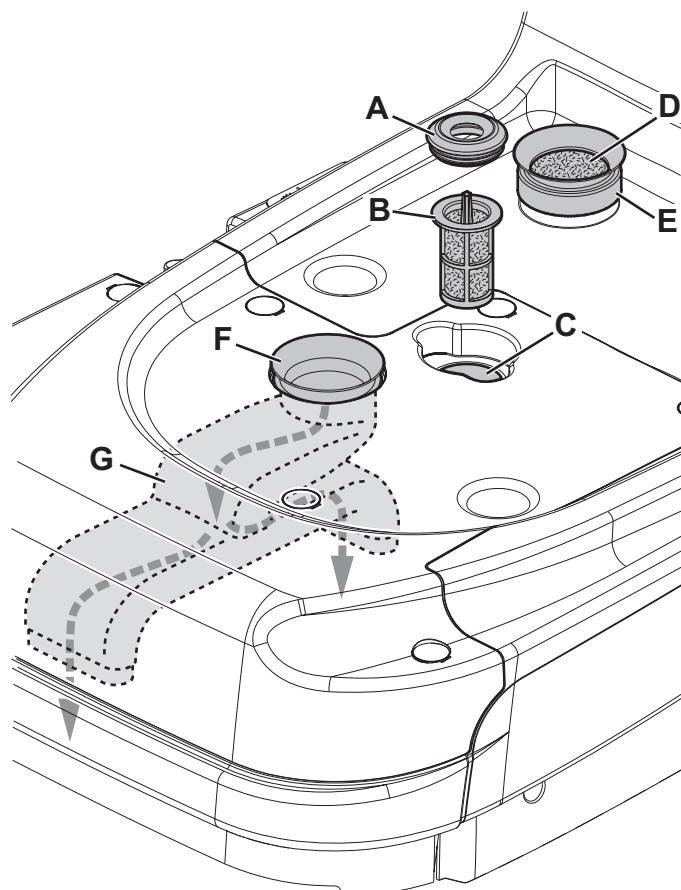

Figure 12
1. Déposer le bac des réservoirs (13) du corps de la machine en utilisant la poignée (15).
2. Démonter le joint en caoutchouc (A, fig. 12), puis enlever la crépine filtrante (B).
3. Les nettoyer et les remettre en place (C).
4. Enlever le filtre à air (D) et le nettoyer.
5. Remonter le filtre dans le logement du joint (E).
*Les joints (E) et (F) permettent la création d'une dépression dans le système, nécessaire à l'aspiration de l'eau de récupération.*
6. Contrôler et nettoyer le joint (E) du moteur du système d'aspiration.
7. Contrôler et nettoyer le joint (F) du conduit d'eau de récupération.
8. Rincer l'intérieur du conduit (G) à l'eau courante.